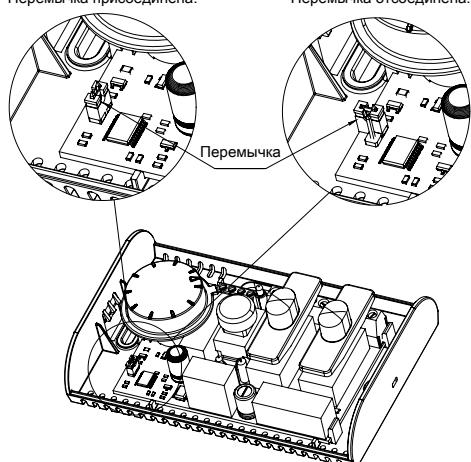

Рисунок 3.
- Установить перемычку в определенное положение (см. рисунок 3);